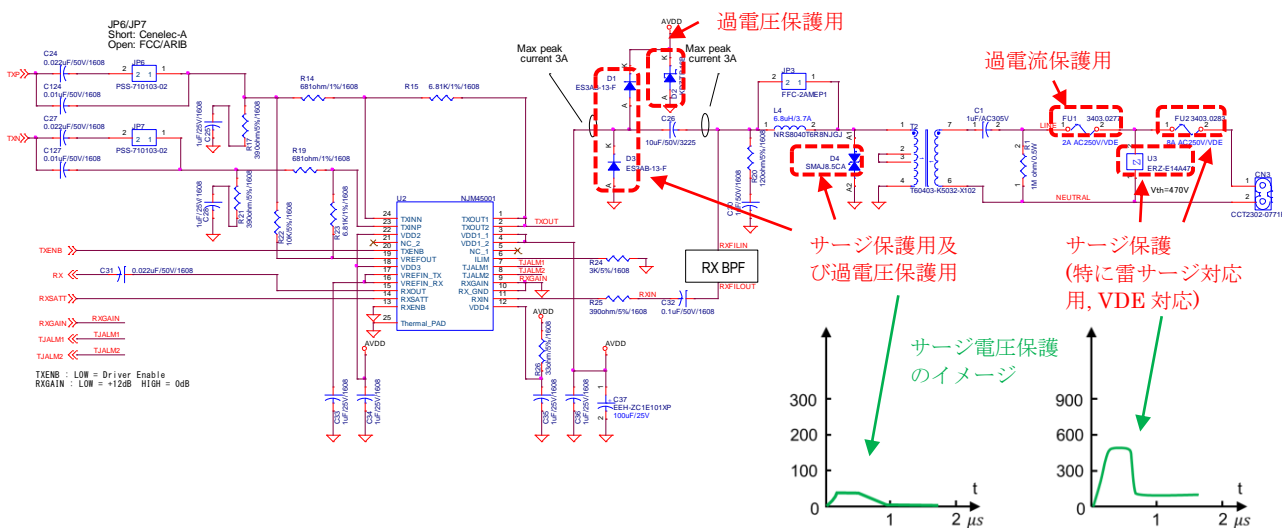

Figure 3-2 PLC ボードに搭載される保護回路の接続例 (CE marking 対応)
- ・ PLC ボードに搭載される CE marking 対応の保護回路の接続例を Figure 3-2 に示します。